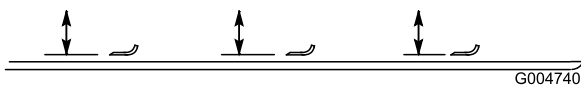

Figura 84
2. Rode a lâmina até que a extremidade fique virada para a frente e para trás e meça entre o interior da plataforma do cortador e a parte cortante na zona dianteira da lâmina (Figura 84).